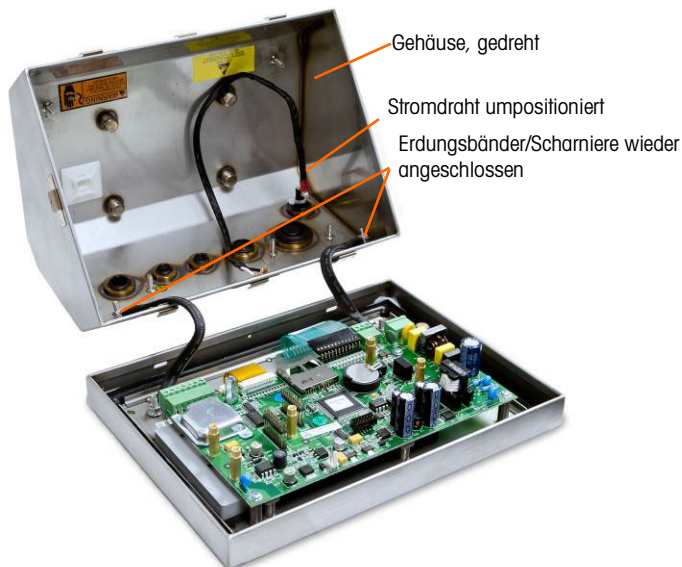

Abbildung A-5: Gehäuse umgekehrt
13. Drehen Sie das Gehäuse vorsichtig um 180 Grad und befestigen die beiden Erdungsbänder mit den zwei Muttern, die in Schrift Abbildung A-5 ausgebaut wurden, wieder an den beiden Bolzen nahe den Kabelfüllen. Ziehen Sie die zwei Muttern fest.